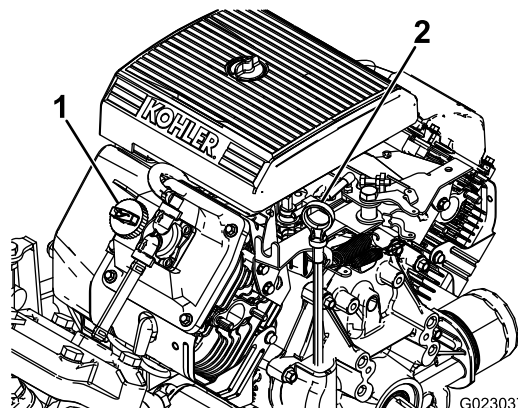

Figura 11
2. Retire a vareta e limpe-a com um pano limpo (Figura 11).
4. Se o nível de óleo estiver baixo, deverá retirar a tampa de enchimento da cobertura da válvula (Figura 11) e deitar óleo na abertura até que o nível suba até à marca CHEIO da vareta; consulte Verificação do óleo do motor \(página 51\) acerca do tipo e viscosidade do óleo.